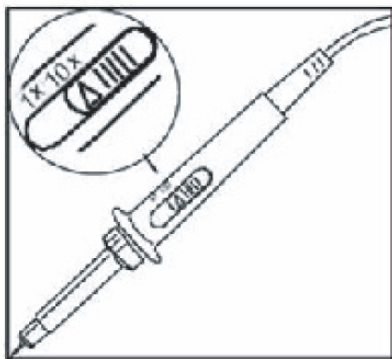

图1-5 探头衰减倍率开关设定
①. 将数字存储示波器探头连接到CH1输入端，并将探头上的衰减倍率开关设定为 $10\times$ （图1-5）。